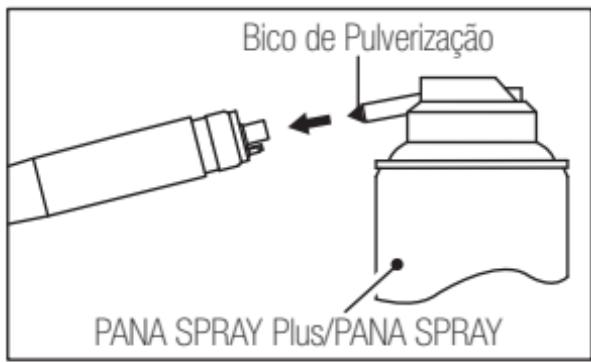

Fig. 9
- 2) Monte o bico de pulverização no orifício respetivo da botija.(Fig. 9)